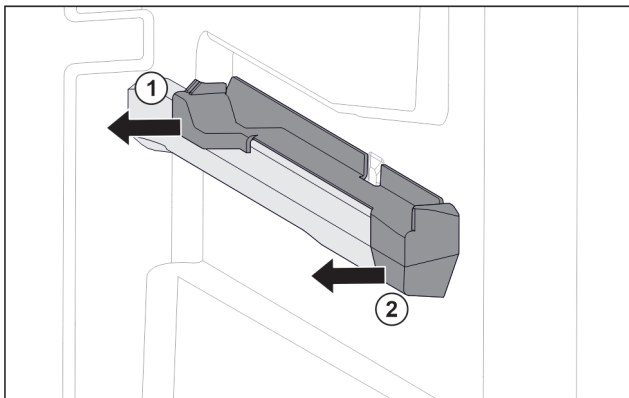

Fig. 79 Insteeklement op rechter containerrib
- Insteeklement achter naar de zijkant toe eraf trekken. Fig. 79 (1)
- Insteeklement voor naar de zijkant toe eraf trekken. Fig. 79 (2)